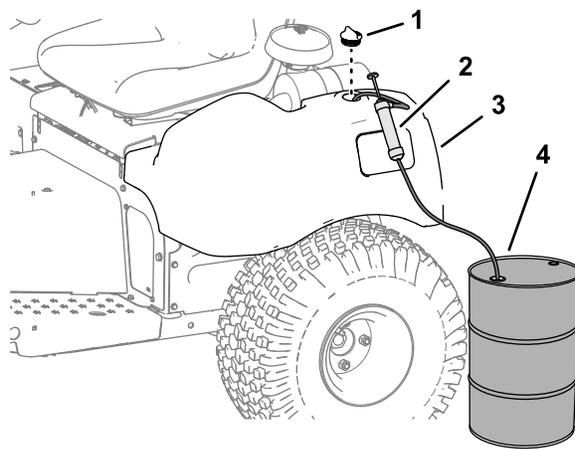

Figure 47
1. Retirez le bouchon du réservoir hydraulique (Figure 47).
2. Pompez le liquide hydraulique qui se trouve dans le réservoir hydraulique (Figure 47).